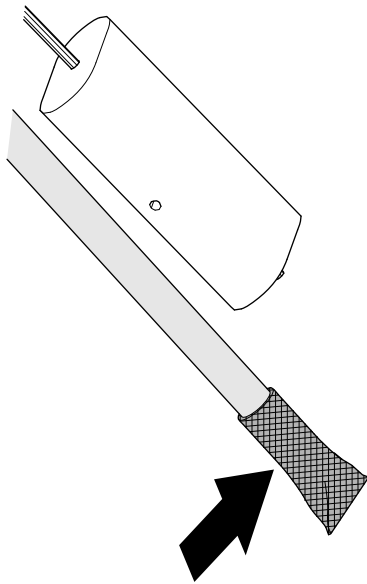

Figure 90
1. Nettoyez la crépine au bout du tube d'admission de carburant (Figure 90).